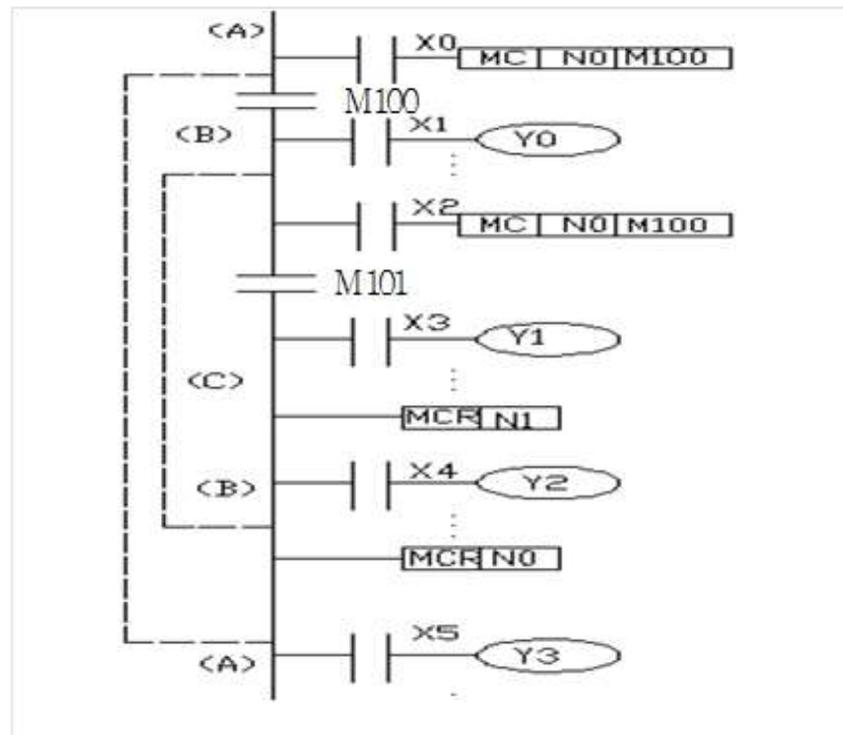

图7.17 多重嵌套主控指令
在一个**MC**指令区内若再次使用**MC**指令称为嵌套。嵌套级数最多为**8**级，编号应该按**N0**到**N7**的顺序增加，每级的返回用对应的**MCR**指令，从编号大的嵌套级开始复位，不可越级复位。图7.17是多重嵌套主控指令的一个应用例子。
2) 主控触点在梯形图中与一般触点垂直（如图7.17中的**M100**）。主控触点是与左母线相连的常开触点。